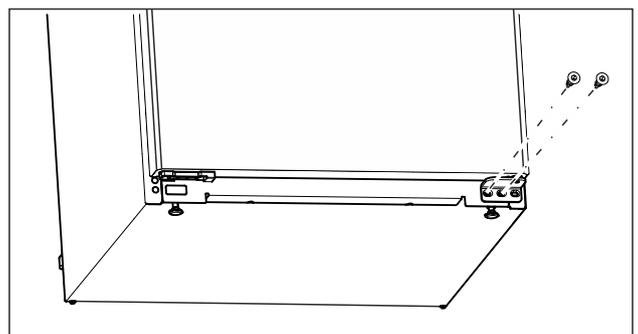

Fig. 10
- ▶ Svitare la vite centrale sul blocco inferiore di supporto con un cacciavite Torx 20. (vedere Fig. 10)
- ▶ Svitare la vite interna sul blocco inferiore di supporto con un cacciavite Torx 20. (vedere Fig. 10)